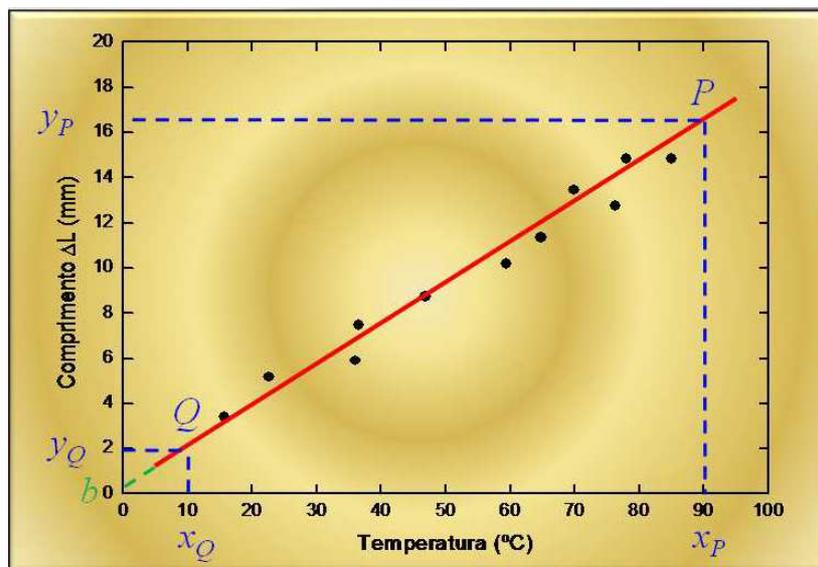

Figura 2: Ajuste linear
O gráfico desta função é uma linha reta. Nesta análise gráfica os dados experimentais quando colocados em papel milimetrado se aproximam de uma reta conforme a Figura 2. Então se traça a reta média entre os pontos e o fenômeno estudado pode ser descrito por uma relação do tipo (1) onde A é o coeficiente angular e B o coeficiente linear da reta traçada.
Para calcular o coeficiente angular escolhem-se dois pontos sobre a reta média (Q e P na Figura 2) e utiliza-se a expressão: